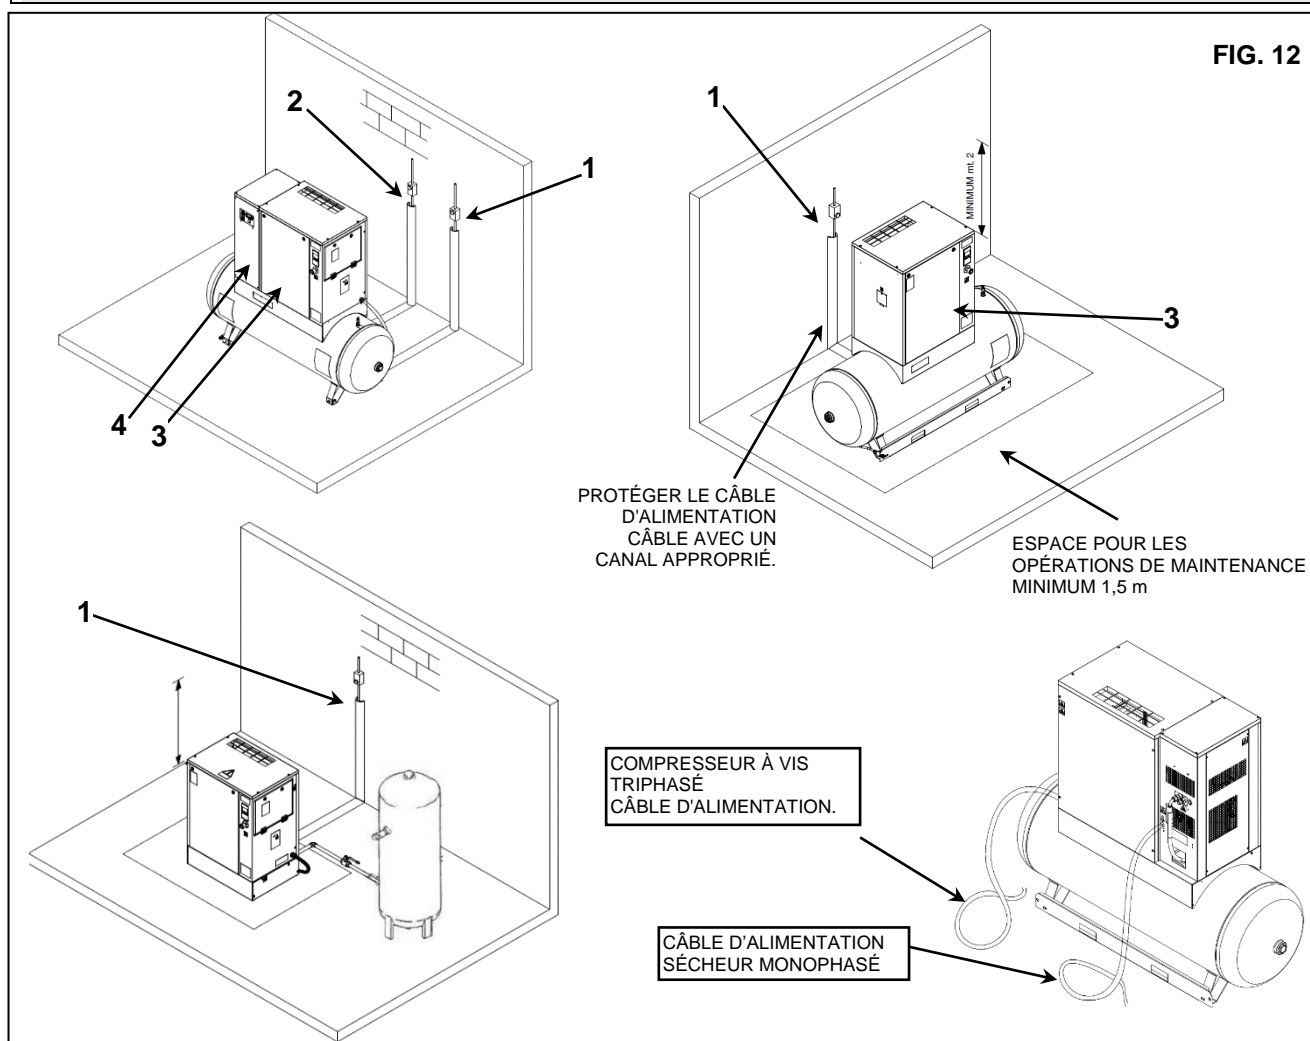

FIG. 12
- S'assurer qu'il y a suffisamment d'espace autour de la machine pour permettre la maintenance (voir Fig. 12).